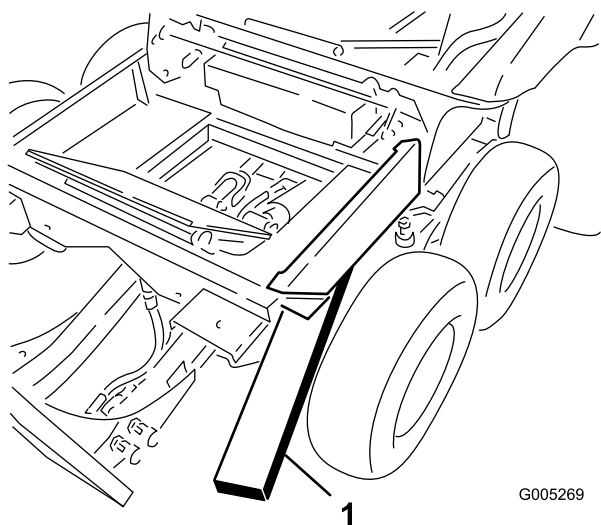

図 42
3. 前ボギーストップとフレームとの間に、角材を入れて冬用フレームを後ろに傾ける (図 42)。